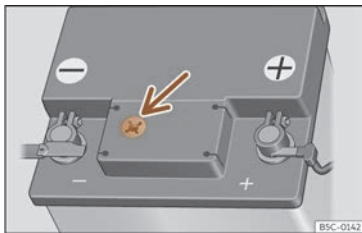

Fig. 201 Espiell a la part superior de la bateria de 12 volts (representació esquemàtica).
- Comproveu l'indicador de color de l'espiell a la part superior de la bateria >>> **fig. 201.**